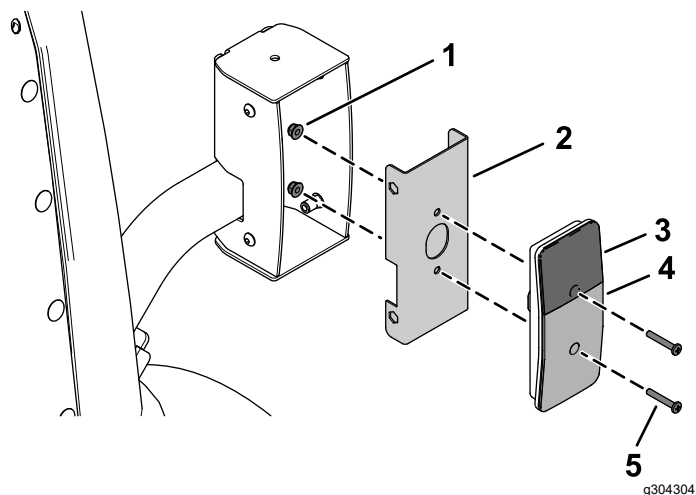
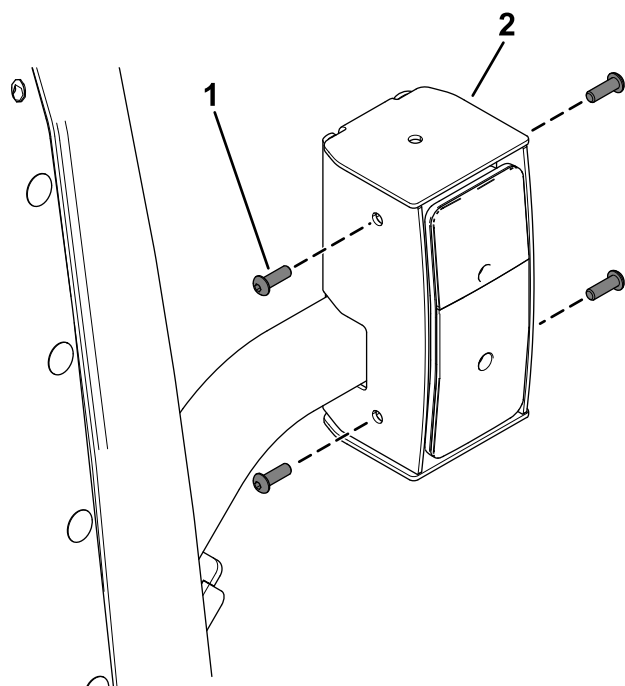

Figura 36
Figura 37
5. Prenda as luzes traseiras aos conjuntos de montagem interior utilizando quatro parafusos de cabeça de panela (n.º 10 pol. x 1-¼ pol.) e quatro porcas flangeadas (n.º 10), como se mostra na Figura 36.
8. Prenda as luzes traseiras montadas às caixas das luzes traseiras utilizando oito parafusos de cabeça de tremço (¼ x ¾ pol) como se mostra na Figura 37.
Certifique-se de que instala as luzes traseiras com as lentes amarelas na parte superior (Figura 36 e Figura 37).